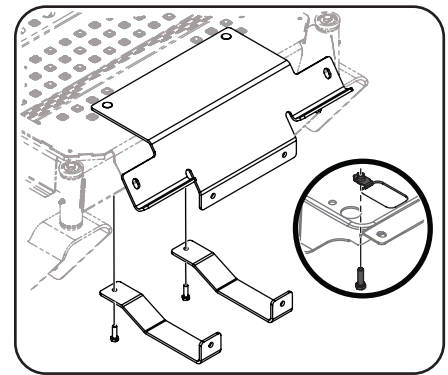

Figura 4-20
4. Abroche holgadamente la parte inferior del Conjunto de soporte al bastidor del tractor con 2 Tornillos autorrosantes (710-0643). Consulte Figura 4-20.